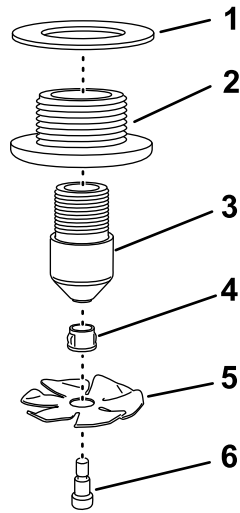

图 20
- 1. 在轴肩螺栓上组装冲洗叶片和轴套图 20。
- 2. 将冲洗叶片、轴套和轴肩螺栓组装到冲洗喷嘴上图 20。
- 4. 将冲洗喷嘴组件安装到隔板接头上并用手紧固图 20。
- 5. 将垫片安装到隔板接头上图 20。